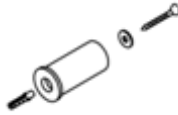

Fig. 2
4. Coloque en la pared los soportes de diámetro Mayor ( $\varnothing 26$ ) (como se muestra en la figura) con los 4 tornillos para los tacos de 8 mm y las 4 arandelas correspondientes (Fig. 2).